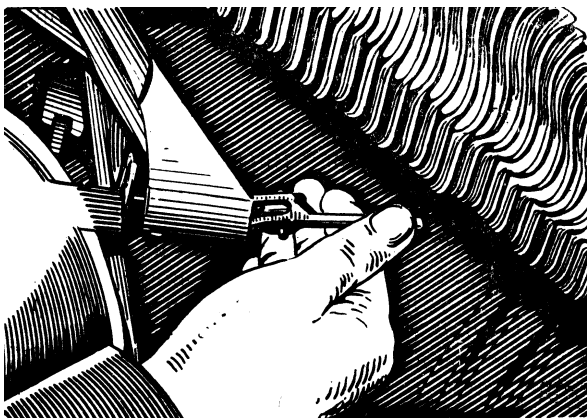

Рис. 26. Зняття зі стопору рукава ланковідводу
- від'єднує рукав ланковідводу, попередньо знявши його зі стопора (рис. 26);